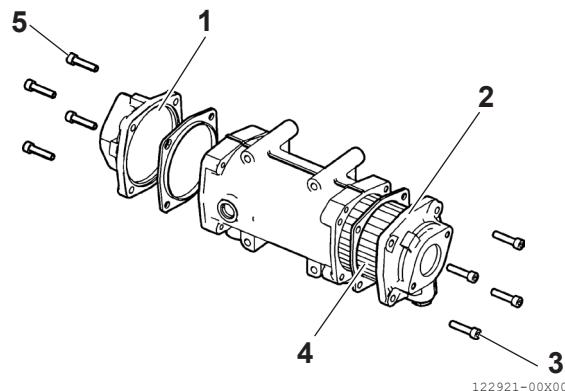

Figure 15
5. Retirez les caches (Figure 15, (1)) et (Figure 15, (2)) sur un établi ou dans un endroit approprié.
6. Extrayez le faisceau de tubes (Figure 15, (4)).
12. Serrez les vis de fixation (Figure 15, (3)) et (Figure 15, (5)) au couple spécifié.